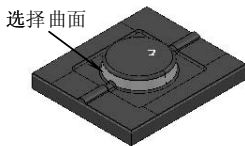

图 3-166 选择曲面
1) 按住 Shift 键在图形区选择图 3-166 所示的曲面。